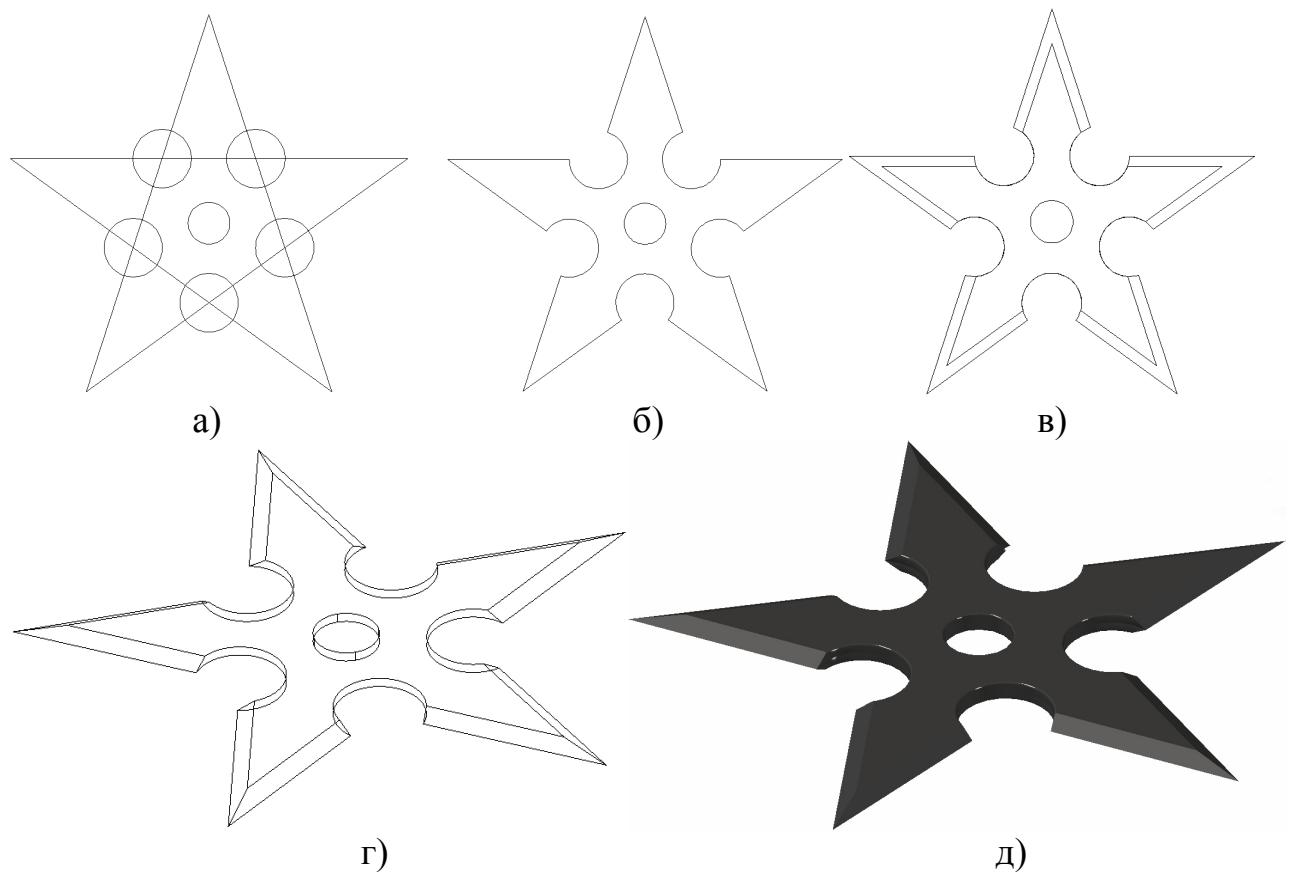

Рис. 2.4.2 Сюрікен.
Наступним кроком необхідно побудувати в точках пересічних променів зірки окружності, які в подальшому слід використовувати для відсікання зайвих елементів базового контуру сюрікена, і коло меншого діаметра в центрі зірки (рис. 2.4.2, а). Видалення непотрібних ліній проводиться за допомогою команди «Обрезать» панелі інструментів «Редактирование», результат застосування якої представлений на рис. 2.4.2, б.
Далі необхідно контури обох наявних зірок перетворити в замкнутий контур (центральну окружність в контур включати не слід). Для цього можна скористатися функцією «Соединить» на панелі інструментів «Редактирование». Наступним кроком є об'єднання наших двох контурів накладанням один на одного операцією «Копирование» щодо центру зірки. Результат операції представлений на рис. 2.4.2, в.
За допомогою команди «По сечениям» виконаємо побудову тривимірного об'єкту. Після активації даної команди і вибору двох наявних контурів слід натиснути клавішу «Enter», далі вибрати «Параметры» і у вікні, вказати тип поверхні «Кусочно-линейчатая». Далі необхідно вирізати отвір в центрі зірки за наявною окружністю. Для цього слід використовувати функцію «Выдавить», а потім «Тело, Вычитание» на панелі інструментів «Редактир. тело». Результат виконання даних операцій наведено на рис. 2.4.2, г.
Готова 3D модель сюрікена з активованим візуальним стилем «Реалистичный» показана на рис. 2.4.2, д.
2. Побудувати 3D модель сюрікена, наведену на рис. 2.4.2, д. Матеріалом деталі задати «Сталь поліровану».